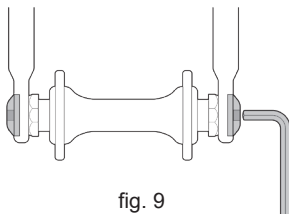
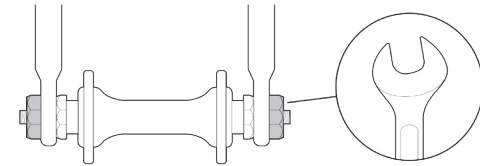

fig. 9
fig. 10
- Hohlachse mit einem durchlaufenden Schaft ("Spannvorrichtung"), der mit einer Mutter an einem Ende und einem Beschlag für einen Innensechskant-Schraubendreher am anderen Ende ausgestattet ist (Steckschraube). (Abb. 9)
- Sechskantmutter oder Schrauben für Innensechskant-Schraubendreher, die auf oder in die Nabenachse eingeschraubt werden (angeschraubtes Rad). (Abb. 10)
3. Falls Ihr Fahrrad über ein Radhaltesystem mit Steckschraube oder anschraubbarem Rad (Abb. 9, Abb. 10) verfügt, lösen Sie bitte das/die Befestigungselement(e) durch einige Drehungen mit einem geeigneten Schraubenschlüssel, des Spannknohps oder des integrierten Hebels entgegen dem Uhrzeigersinn. Gehen Sie anschließend zu Schritt (4) über.